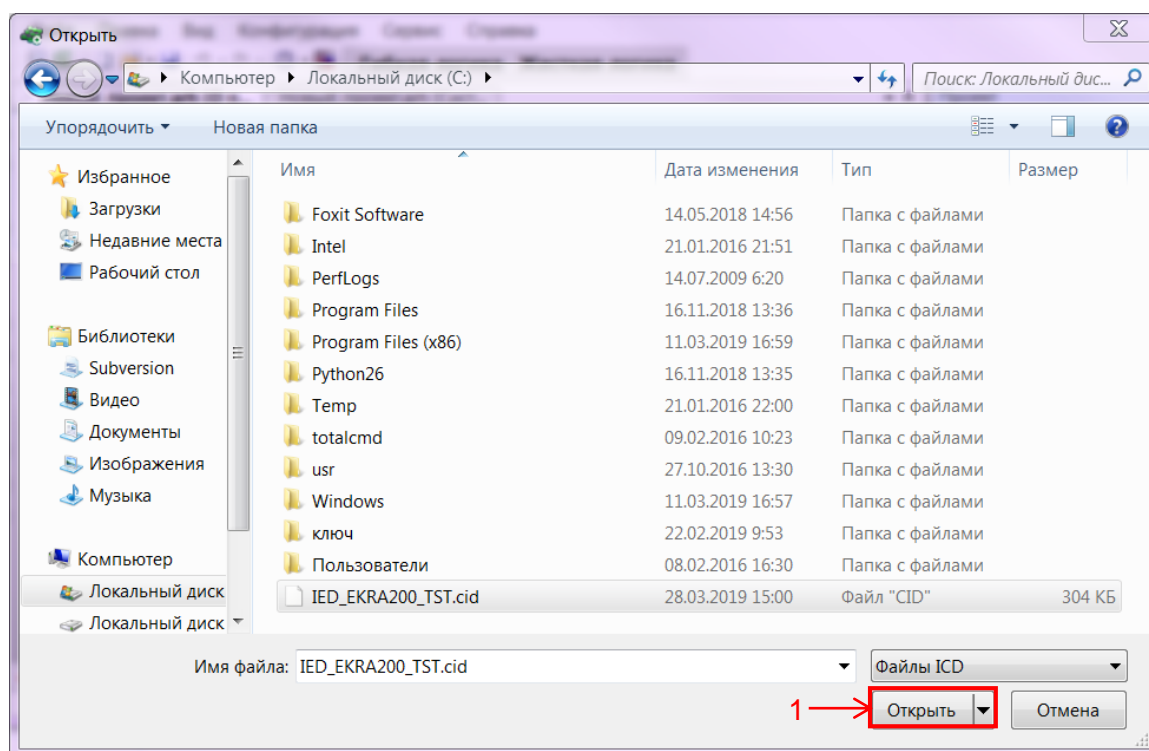

Рисунок 12 – Сохранение файла
2.2.3 Перед тем как выбрать протокол IEC 61850-8-1(2011) (МЭК 61850-8-1-2011), следует сохранить SCL-файл, описывающий структуру терминала с точки зрения стандарта МЭК 61850-8-1-2011 (порядок действий аналогичен в 2.1.3). При выборе протокола IEC 61850-8-1(2011) (МЭК 61850-8-1-2011) появится диалоговое окно **Открыть**. Следует выбрать ранее сохраненный SCL-файл и нажать кнопку **Открыть** (см. рисунок 12, поз. 1). Затем через (10 – 15) с сгенерируется файл формата *.xls, содержащий список сигналов, и автоматически откроется в программе Microsoft Excel (см. рисунок 13).